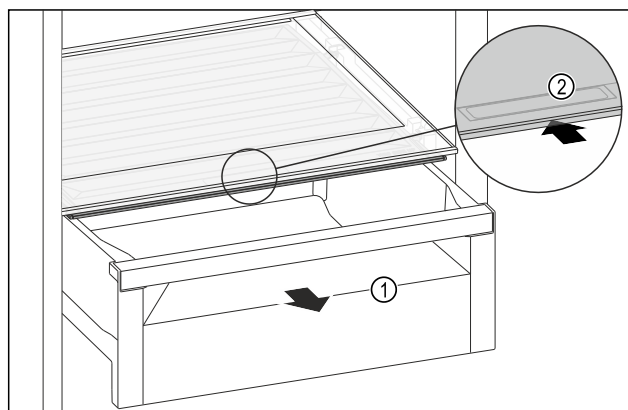

Fig. 117
- Zásuvku Fig. 117 (1) vytáhněte.
- Uchopte prohlubeň pro rukojeť Fig. 117 (2) na víku zásuvky a současně zasuňte víko zásuvky směrem dozadu.